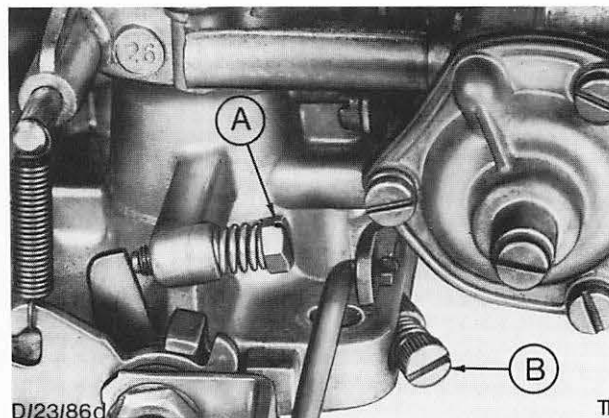

Abb. 7 Vergasertyp B – Weber-Register-Vergaser (nur für Schweden abgebaute Fahrzeuge)
2. Leerlaufdrehzahl und Gemischregulierung einstellen. Abb. 7.
- d) Innerhalb 10 bis 30 Sekunden, nachdem sich die Anzeigen stabilisiert haben, Gemischregulierschraube und Leerlaufeinstellschraube (Abb. 7) so justieren, daß bei der vorgeschriebenen Leerlaufdrehzahl der vorgeschriebene CO%-Wert am CO-Prüfgerät angezeigt wird (s. Technische Daten).